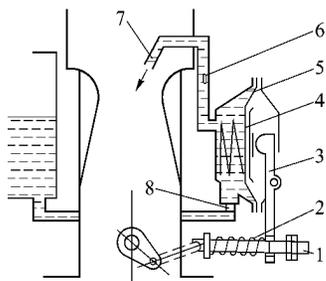

图 5 - 20 膜片式加速系统
(8) 采用膜片式加速系统 采用膜片式加速系统 ,可以降低化油器的高度。如图 5 - 20 所示 ,当节气门突然开大时 ,推杆 2 由节气门摇臂带动右移 ,通过弹簧使加速泵摇臂 3 逆时针摆动 ,其上端推动膜片顶杆 ,将膜片 5 压向左方。于是膜片左方泵缸内油压升高 ,使泵缸底部的进油阀 8 关闭 ,出油道中的出油阀 6 被顶开 ,从而将一定量的额外燃油经喷嘴 7 喷入喉管 ,加浓混合气。反之 ,节气门关小时 ,摇臂顺时针摆动 ,膜片在回位弹簧 4 的作用下向右移动 ,泵缸内油压降低 ,燃油又自浮子室经进油阀被吸入。